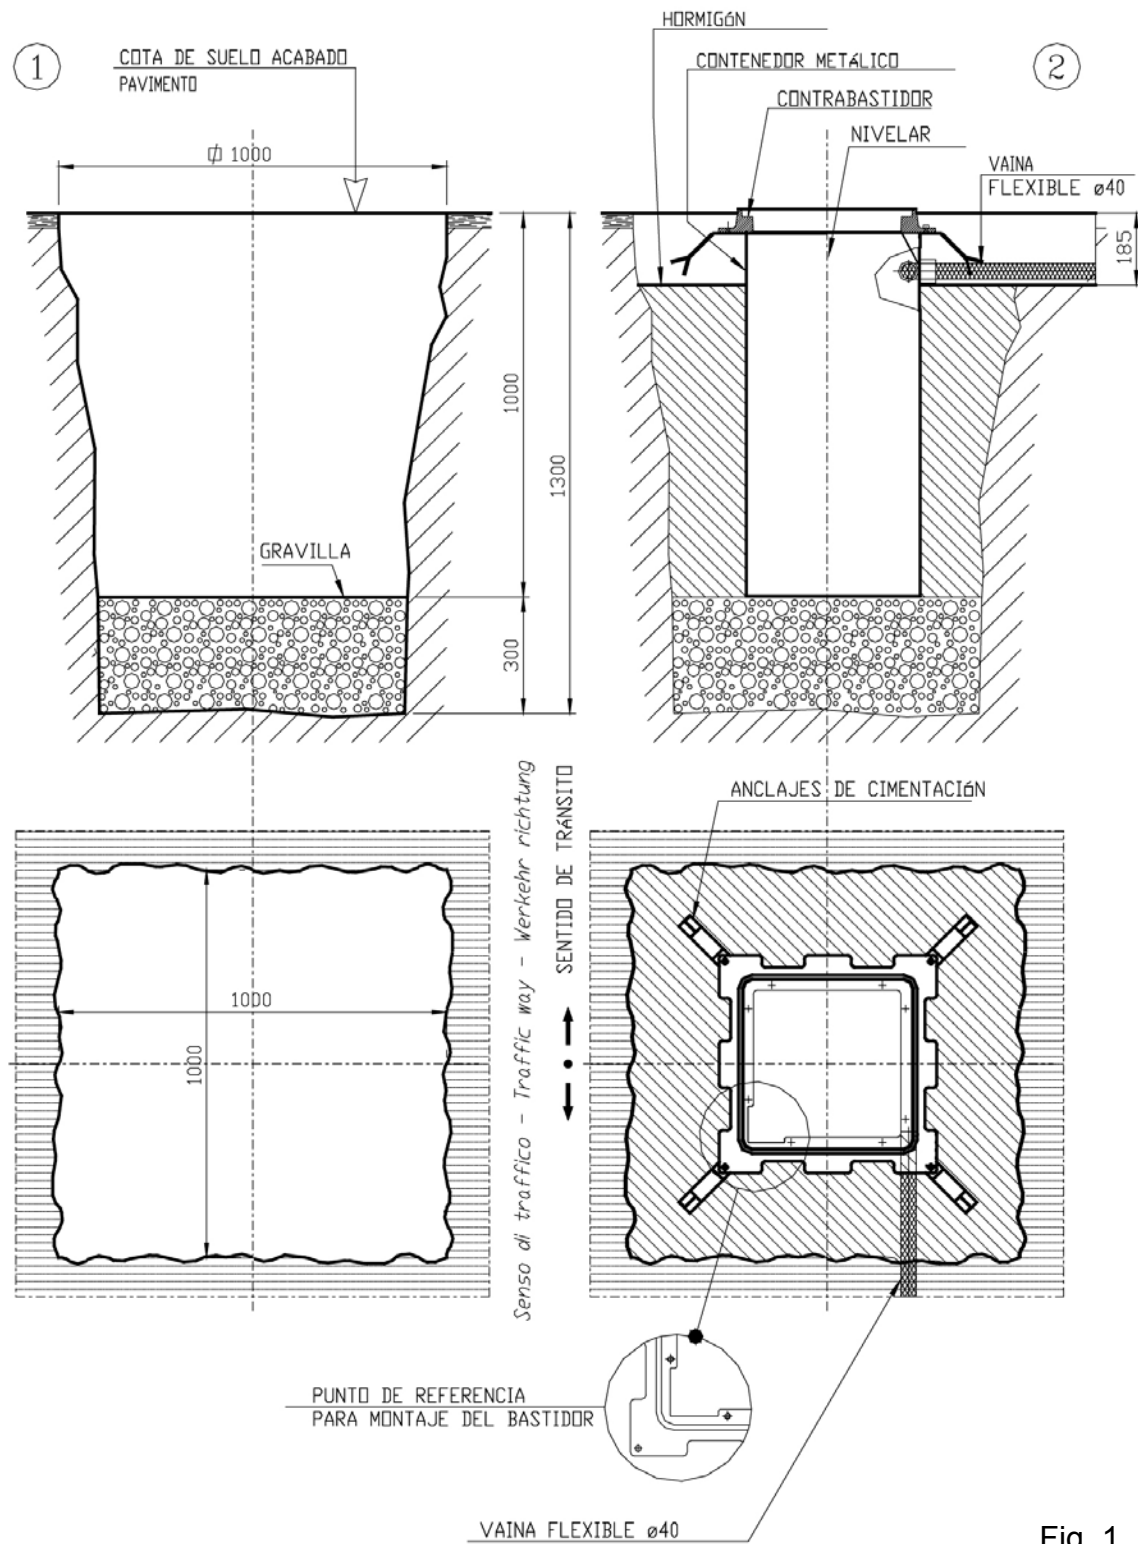
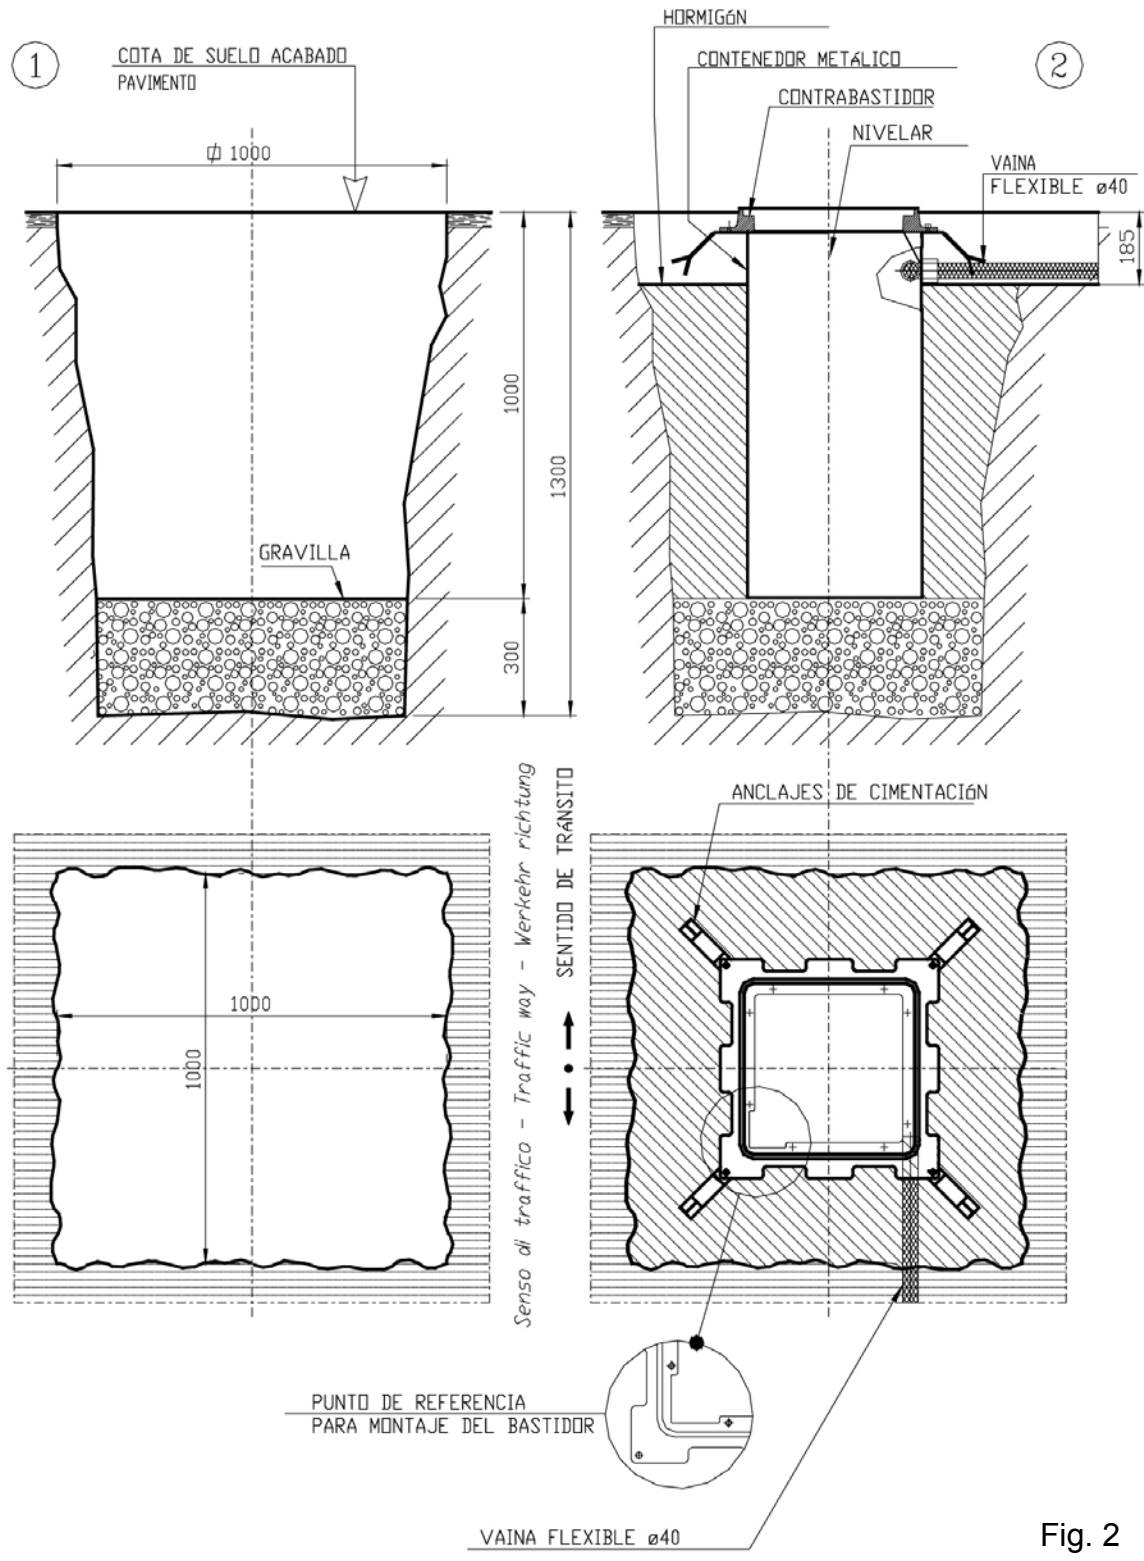

Fig. 1
Fig. 2
- 2) Realice la zanja hasta una profundidad de **1,30 m** aprox. (275 H600) o de **1,50 m** aprox. (275 H800); la sección ha de tener un lado de **1 m** aprox. (fig. 1 y fig.2).
- 5) Coloque en obra la arqueta metálica provista de contrabastidor, teniendo cuidado de introducirla a plomo. El nivel superior del contrabastidor debe colocarse unos 10 mm más alto respecto al suelo acabado (para limitar la entrada de agua de lluvia en la arqueta). **Coloque la arqueta prestando atención a la posición de la referencia en el contrabastidor en relación al sentido de tránsito (fig. 1 y fig.2).**